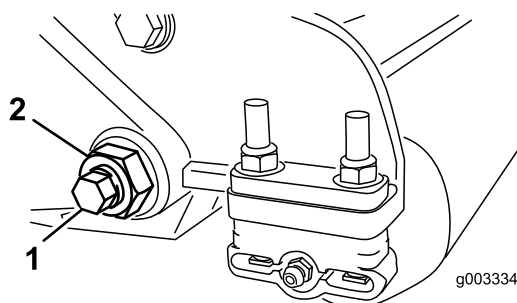
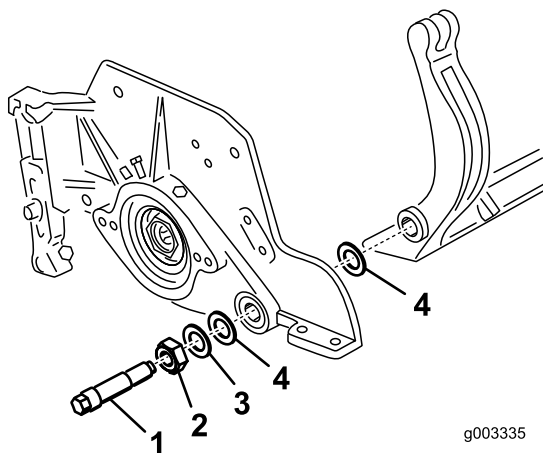

Figure 34
Figure 35
3. De chaque côté de la machine, desserrez le contre-écrou de fixation du boulon de la barre d'appui (Figure 34).
4. Retirez les boulons de la barre d'appui de façon à pouvoir abaisser la barre et la déposer de la machine (Figure 34). Mettez de côté les 2 rondelles en nylon et la rondelle en acier estampé situées de chaque côté de la barre d'appui (Figure 35).
2. Fixez la barre d'appui sur chaque plaque latérale avec les boulons (munis d'écrous) et 6 rondelles. Une rondelle en nylon doit être placée de chaque côté du bossage de la plaque latérale. Placez une rondelle en acier à l'extérieur de chaque rondelle en nylon (Figure 35). Serrez les boulons de la contre-barre à un couple de 37 à 45 Nm. Serrez les contre-écrous jusqu'à ce que les rondelles d'acier extérieures cessent de tourner et que le jeu axial soit supprimé, mais ne serrez pas excessivement et ne faites pas fléchir les plaques latérales. Les rondelles peuvent présenter un espace à l'intérieur.